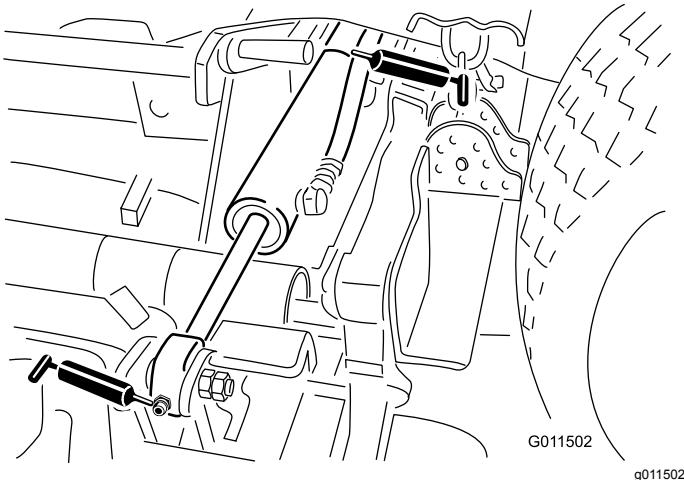

**Bild 85**
- Eine Laufradgabel-Wellenbüchse (Bild 85)